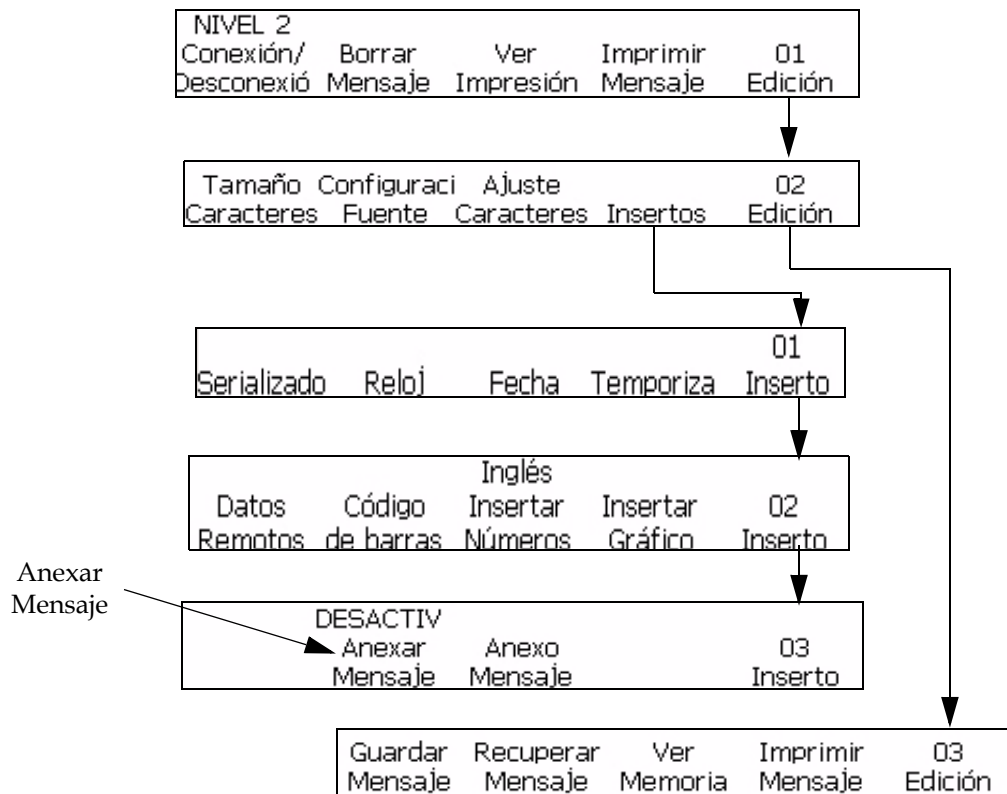

Figura 5-49: Anexar Mensaje
- 1 Comience en el marco <01 Edición>. Consulte la Figura 5-49.